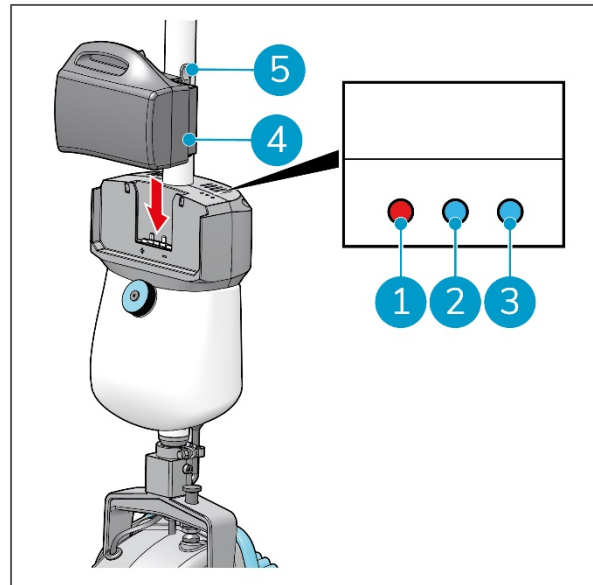

Figura 18
2. Spingere la batteria (Figura 18, pos 4) nel vano batteria. Un clic indica che la batteria è bloccata in posizione dai fermagli (Figura 18, pos 5).
La spia a sinistra (Figura 18, pos 1) si illumina in rosso quando la carica della batteria è bassa.
La spia al centro (Figura 18, pos 2) si illumina quando la macchina è accesa e la batteria è carica.
La spia luminosa a destra (Figura 18, pos 3) lampeggia per alcuni secondi quando la macchina viene accesa o spenta.